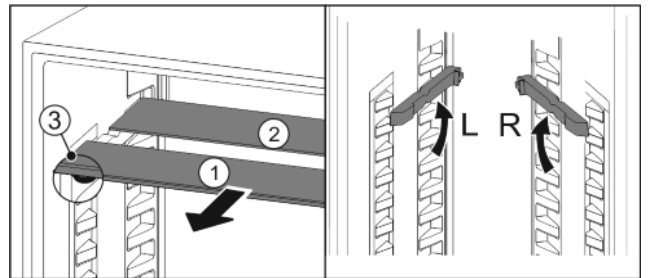

Fig. 20
- Vedä lasilevyt yksittäin etukautta ulos Fig. 20 (1).
- ▷ Lasilevy Fig. 20 (1), jossa on rajoittimet, on edessä.
- ▷ Rajoittimet osoittavat alaspäin Fig. 20 (3). Pakastelokerolla varustetut laitteet.*